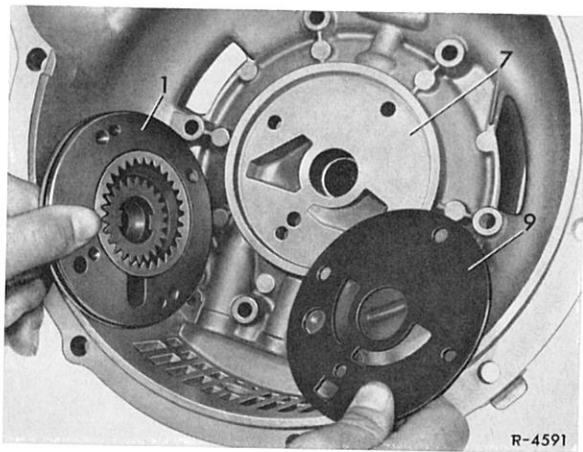

Bild 27-4/9
12 Verschlußstopfen (14) mit neuen Dichtringen einsetzen und festziehen (Bild 27-4/10).